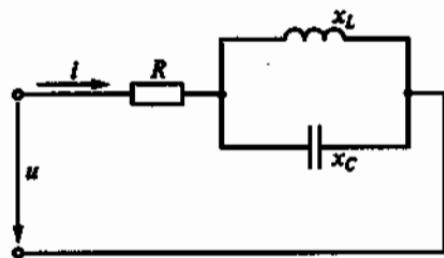

Рис. 98
3.54. Чему будет равен ток в неразветвленной части цепи на рис. 98, если напряжение $u = 100\sqrt{2} \sin \omega t$, а сопротивления $R = x_L = x_C = 10 \Omega$?